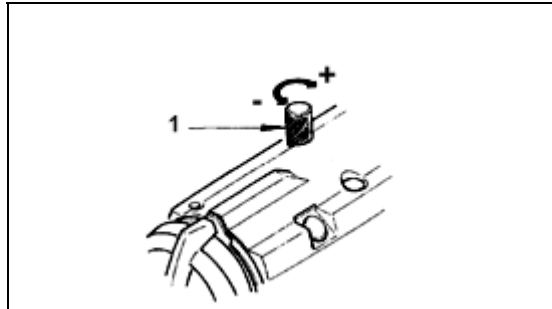

Fig. 21
Para regular a pressão do calcador, gire o parafuso polegar recartilhado (1), fig 21, para a esquerda ou à direita, conforme necessário